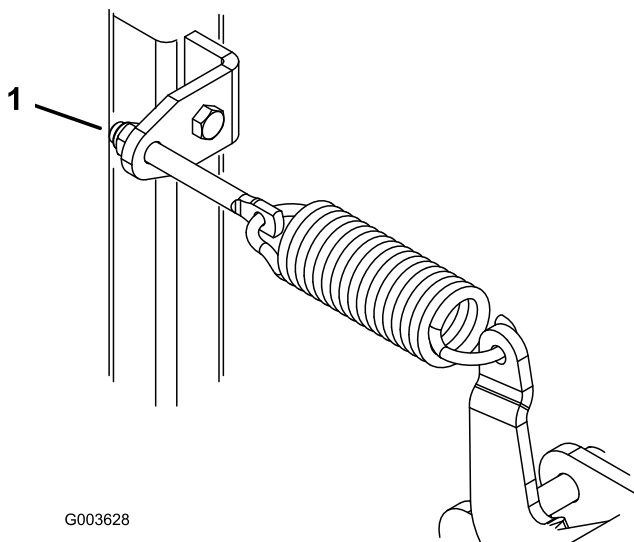

Рисунок 8
2. Подъем отвала производится поворотом регулировочных гаек пружин (Рисунок 8) по часовой стрелке, а опускание - поворотом против часовой стрелки.